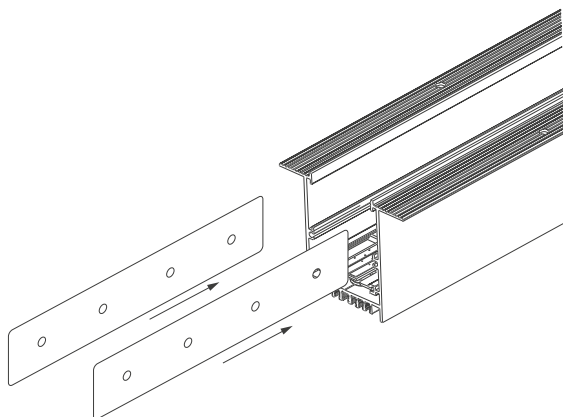

Рис. 3. Установка соединителей в пазы шинопровода
- 3.7. С помощью коннекторов MAG-CON-45-SIDE (SL) вы можете соединить встык шинопроводы или угловые коннекторы. Для этого установите в паз шинопровода прямой коннектор MAG-CON-45-SIDE (SL) на половину его длины и закрепите установочными винтами из комплекта поставки (см. рисунок 3).